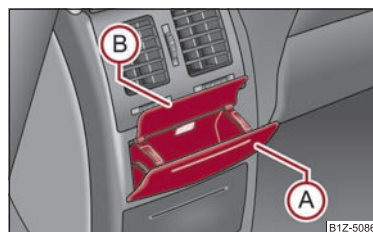

Fig. 85 Consola centrală superioară: Scumiera spate
- Apăsați pe partea superioară a capacului scumierei în zona (A) ⇒ fig. 85.